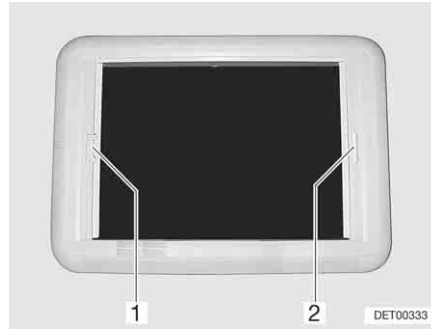

Fig. 64 Lanterneau Heki, verrouillage du store
- Tirer sur la poignée (Fig. 64,2) du store occultant jusqu'à toucher la poignée de la moustiquaire (Fig. 64,1) située vis-à-vis et la laisser s'enclencher.
- Avec l'autre main, tenir la poignée de la barre de déverrouillage de la moustiquaire (Fig. 64,1) dans la direction de la poignée. Le dispositif de verrouillage sera alors débloqué.
- Tirer sur la poignée (Fig. 64,1) de la moustiquaire jusqu'à toucher la poignée du store occultant (Fig. 64,2) située vis-à-vis et la faire s'enclencher.
- Tenir la moustiquaire (Fig. 64,1) par la poignée et pousser la barre de déverrouillage en direction de la poignée. Le dispositif de verrouillage sera alors débloqué.